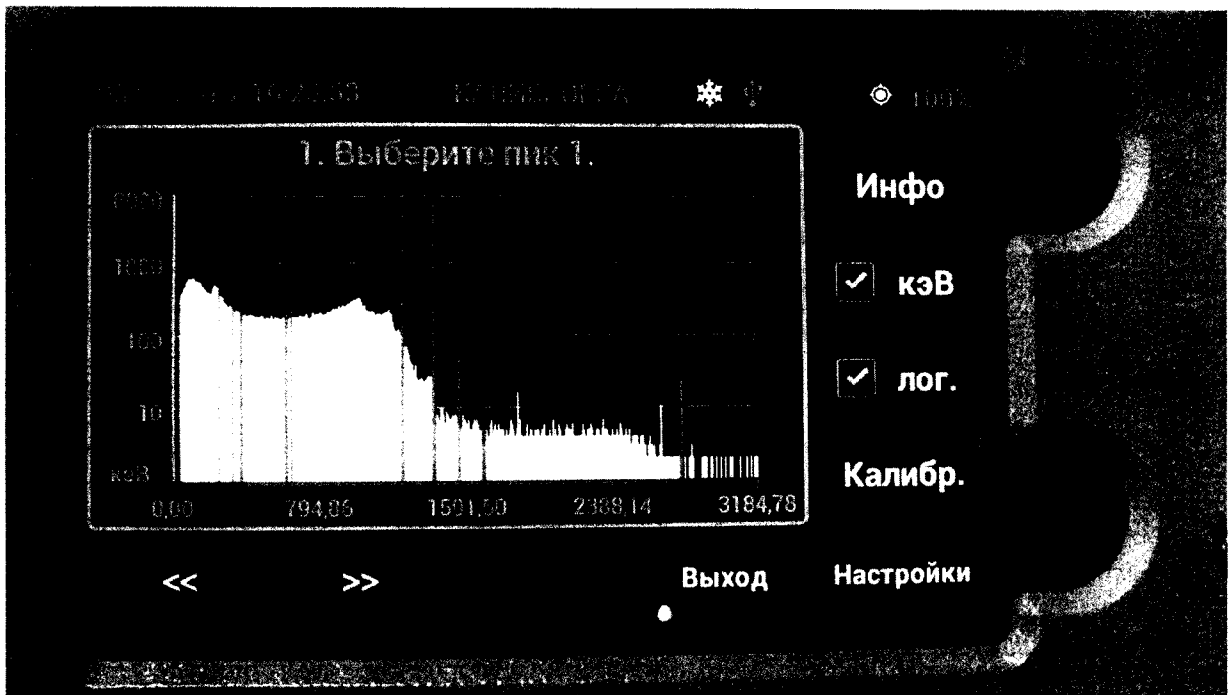

Рис. 53. Калибровка спектра.
1.10.25.4. **Калибровка спектра.** Для калибровки спектра нажмите кнопку «Калибр» и следуйте инструкциям, которые отображаются над спектром. Нажмите кнопку «>>» для следующего шага и кнопку «<<» для отмены предыдущего шага. Нажмите кнопку «Выход», чтобы выйти из меню калибровки (см. Рис. 53).